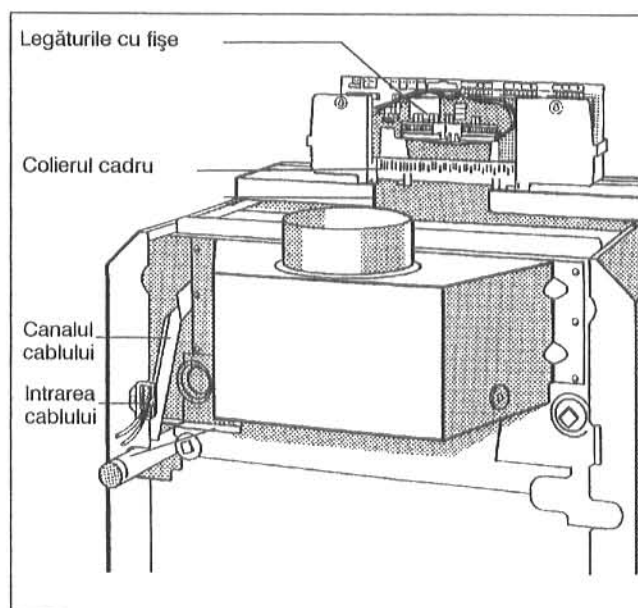
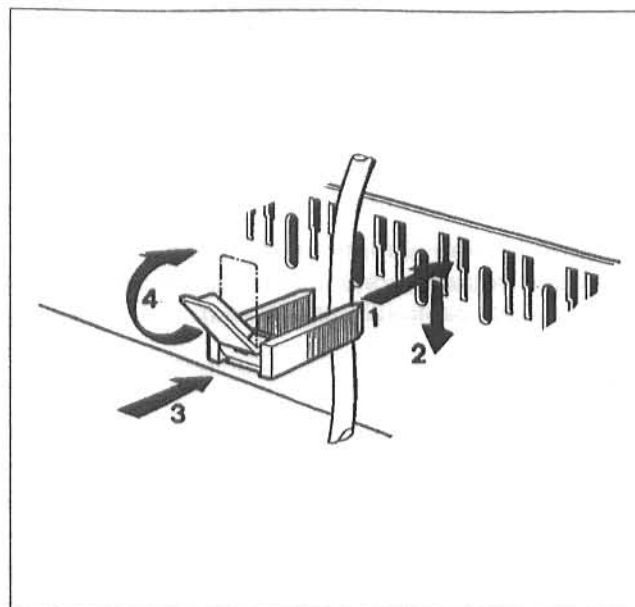

Fig. 17: Întinderea cablurilor și legăturile cu fișe; HS 431x spre exemplu
Fig. 18: Asigurarea conductei cu colier de cablu
- Conductele racordului electric realizate dinainte (din construcție) se vor conduce din spate prin intrarea cablului în canalul de cablu la aparatul de reglare (Fig. 17).
- Racordurile electrice realizate anterior – din construcție – se vor lega conform planului de conexiuni la legăturile cu fișe ale aparatului de reglare (Fig. 17).
- Se vor asigura toate conductele cu coliere de cablu: Colierele de cablu cu cablu intercalat se vor fixa de sus în șlițurile colierului cadru (Fig. 17); capătul butonului trebuie să fie îndreptat în sus. Colierele cablului se apasă în jos și se presează. Butonul se comută în sus (Fig. 18).